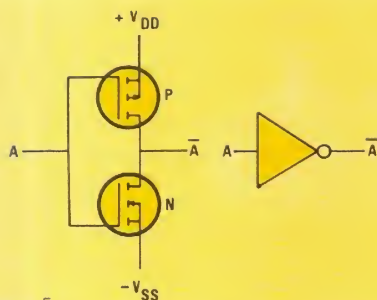
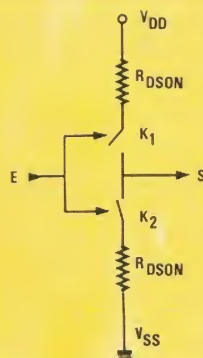

Figure 5
Figure 6
— le plan de câblage du connecteur (figure 6) n'est pas toujours très bien
La très faible consommation au repos (ou à fréquence faible) des C.MOS, résulte de l'association, dans une même cellule élémentaire, de transistors MOS à canal N et à canal P. Nous en donnons, en figure 5, l'exemple le plus simple, puisqu'il s'agit de l'inverseur logique. Un niveau logique 1 sur l'entrée (tension positive) rend conducteur le MOS à canal N, et bloque celui à canal P : la sortie se trouve alors au niveau bas (V_{SS}). Inversement, à un niveau 0 sur l'entrée (tension nulle) correspond le blocage du canal N et la conduction du canal P, donc un niveau 1 sur la sortie.
A l'état conducteur, chaque transistor peut se réduire à sa résistance $R_{DS\ ON}$, ce qui conduit à représenter l'inverseur de la figure 5 par son schéma équivalent de la figure 6, où les ordres de grandeur des $R_{DS\ ON}$ sont typiquement de 200 à 400 Ω . En régime statique, l'un ou l'autre des interrupteurs K_1 et K_2 est toujours ouvert. Si le circuit n'alimente aucune charge résistive, sa consommation
- Au circuit équivalent de la figure 6, il convient d'ajouter, sur la sortie, la capacité de structure de dispositif, augmentée des capacités d'entrée des circuits commandés, et des capacités de câblage. Si C est la somme de toutes ces composantes, f la fréquence de travail, et V_{DD} la tension d'alimentation, il en résulte une dissipation moyenne de puissance :